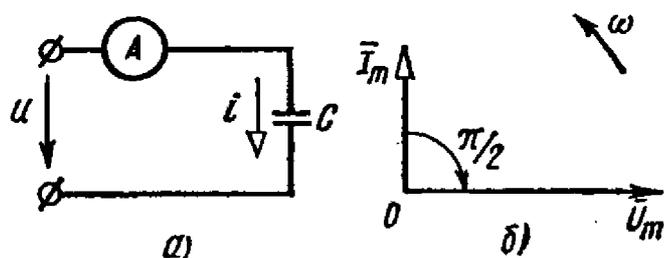

Рис. 3.12
3.12. В сеть с синусоидальным напряжением $U = 220$ В и частотой $f = 50$ Гц (рис. 3.12, а) включен конденсатор емкостью $C = 79,5$ мкФ.
Ответ. $I = 5,5$ А, $i = 5,5 \sqrt{2} \sin(\omega t + \pi/2)$ А, $u = 220 \sqrt{2} \sin \omega t$ В. Векторная диаграмма приведена на рис. 3.12, б: